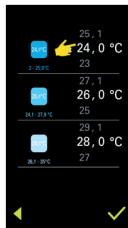

Fig.48A
9.5.3 Impostare la temperatura desiderata per il Riscaldamento o Raffrescamento scorrendo i gradi; Fig.48A o 48B